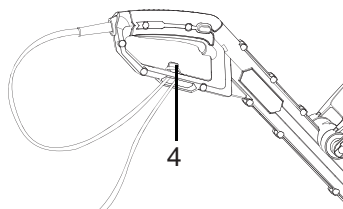

Fig.8
- > Dobre o cabo da extensão cerca de 30cm deste a ponta. Conduza a laço através do buraco no protetor de segurança traseiro e ligue o laço ao dispositivo anti-tração (4). Suavemente puxe o cabo para se assegurar de que está firmemente atado à pega (Fig.8).